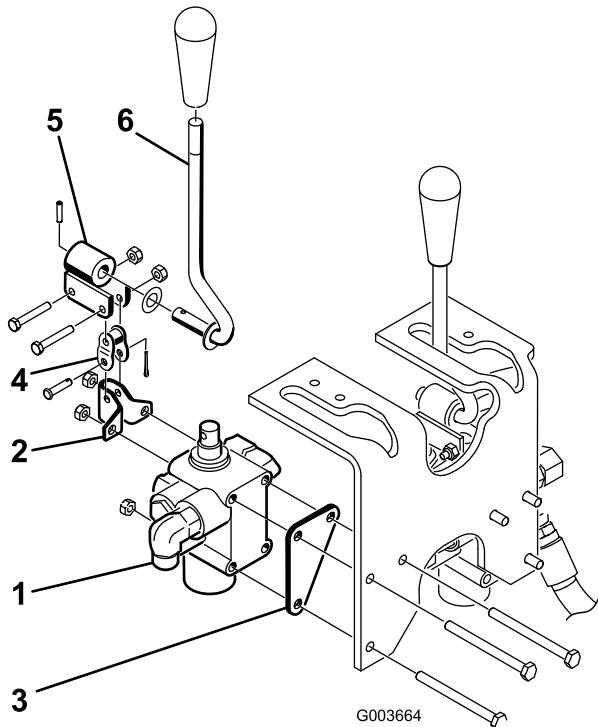

図 5
- ボルト3本 ((1/4 x 3 in) とロックナット3個 (図 5) を使って、バルブ・アセンブリ、ピボット・ブラケットおよびバルブ・プレートをフレームに取り付ける。取り付ける時に、バルブ・プレートがフレーム部材の前に
- ボルト2本 (#10 x 1-1/4 in) とロックナット2個を使って、ピボット・レバー・アセンブリを、バルブ・スプールとオフセット・リンクに仮止めする (図 5)。この時点ではまだ本締めを行わないこと。